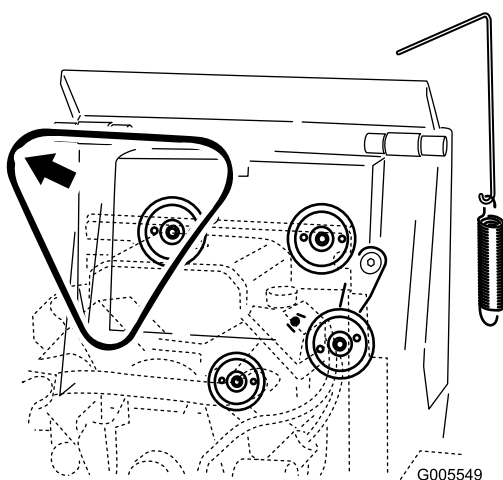

Figura 47
5. Rimuovete la cinghia dalle tre pulegge (Figura 47).